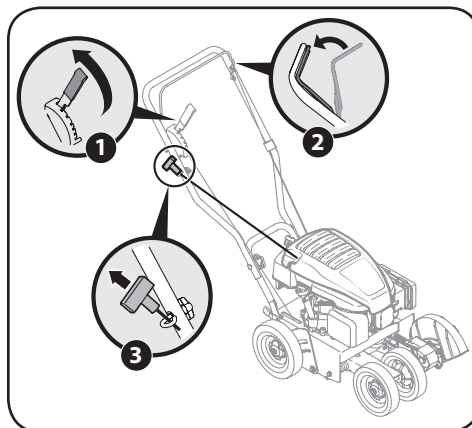

Figure 4-2
1. Placez le levier de réglage de la hauteur de la lame à la position de démarrage (soit la position supérieure). Voir Figure 4-2.
2. Placez-vous derrière le coupe-bordures et pressez la commande d'arrêt du moteur contre la poignée supérieure. Voir Figure 4-2.
3. Tirez sur la poignée du lanceur à rappel jusqu'à ce que vous sentiez une légère résistance, puis tirez rapidement sur la poignée pour faire démarrer le moteur et prévenir le recul. Répétez si nécessaire. Voir Figure 4-2.